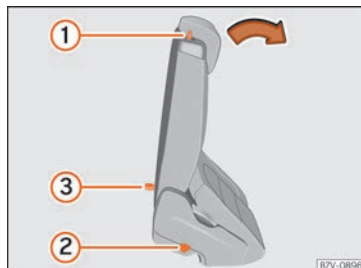

Fig. 162 Segunda fila de asientos: mandos de la ayuda de acceso.
- Si los hubiera, retire los objetos situados en la zona reposapiés de la segunda fila de asientos » » » ❶.
- Empuje la palanca » » » fig. 162 ❶ hacia delante y abata el respaldo del asiento trasero. Este asiento se abate por completo hacia delante » » » ⚠ y todavía se puede desplazar más longitudinalmente hacia delante.
- El asiento trasero debe quedar bien encastado para poder garantizar el efecto protector de los cinturones de seguridad en las plazas del asiento trasero. La marca roja » » » fig. 162 ❷ no deberá verse » » » ⚠ en Ple-
Si la palanca » » » fig. 162 ❶ no funciona, por ejemplo, después de un accidente, desde la tercera fila se pueden plegar hacia delante los asientos de la segunda fila para facilitar la salida desde la tercera fila » » » ⚠.
- Tire del asa » » » fig. 162 ❸ hacia atrás y abata el respaldo del asiento trasero. La banqueta completa se pliega hacia delante » » » ⚠.
- Una marca roja en el lado del asiento » » » fig. 162 ❷ advierte que el respaldo no está encastado. Cuando se encastra correctamente, la marca no es visible.